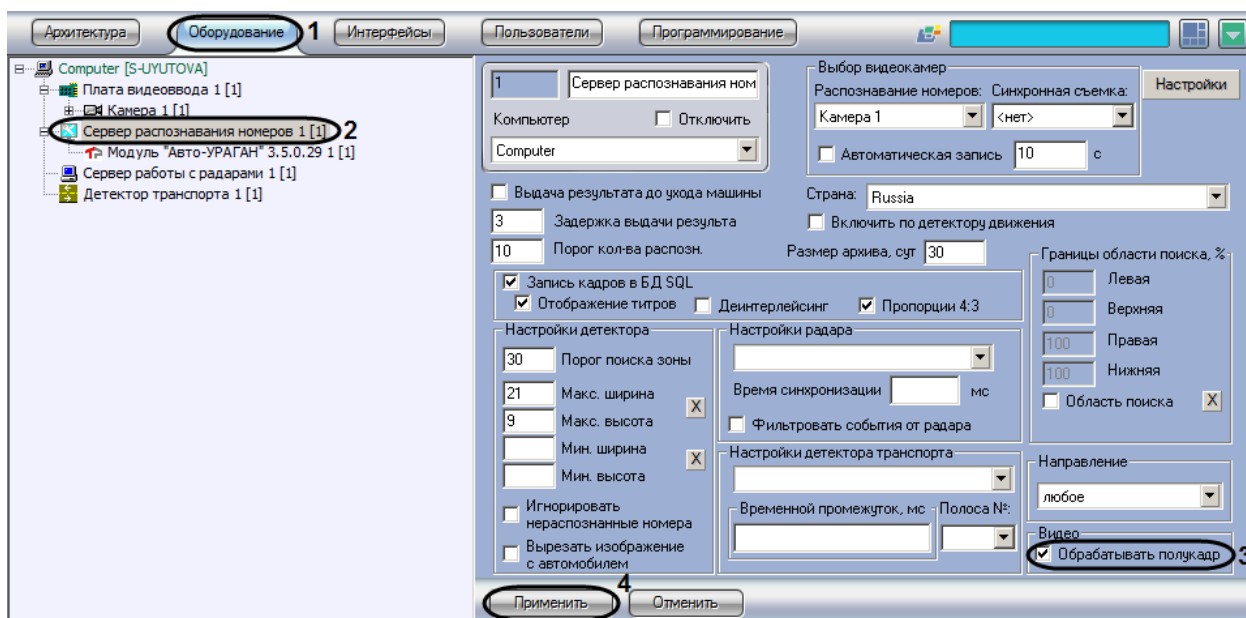

Рис. 7.2—29. Настройка обработки кадров
1. В диалоговом окне «Настройка системы» перейти на вкладку «Оборудование» (см. Рис. 7.2—29, 1).
2. В дереве объектов на вкладке «Оборудование» выбрать объект «Сервер распознавания номеров», соответствующий активированному программному модулю «Авто-УРАГАН 3.5.0.29», «CARMEN-паркинг», «CARMEN-Авто», «ACCR» или «VIT» (см. раздел «Активация программного модуля, используемого для распознавания номеров», Рис. 7.2—29, 2). В правой части вкладки «Оборудование» отобразится панель настройки выбранного объекта.
3. Снять (установить) флажок «Обрабатывать полукадр» в группе «Видео» (см. Рис. 7.2—29, 3).
4. Нажать кнопку «Применить» (см. Рис. 7.2—29, 4).